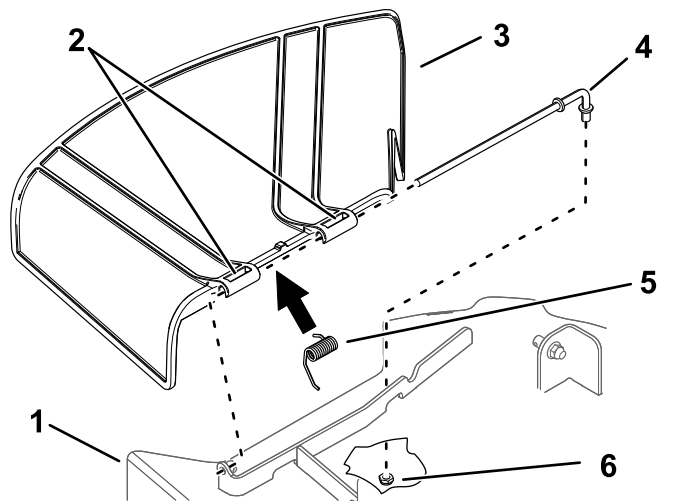

Figure 69
1. Retirez l'écrou ($\frac{3}{8}$ po) de la tige, sous le tablier de coupe (Figure 69).
2. Sortez la tige de la courte cheville de positionnement, du ressort et du déflecteur d'herbe (Figure 69).
4. Montez le nouveau déflecteur d'herbe (Figure 69).
7. Insérez la tige dans le deuxième support du déflecteur d'herbe (Figure 69).
9. Fixez l'extrémité arrière de la tige dans le tablier de coupe à l'aide d'un écrou ($\frac{3}{8}$ po), comme montré à la Figure 69.